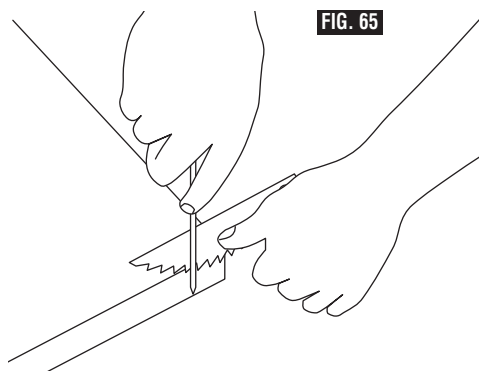

FIG. 65
3. Tenez le séparateur de la main gauche et placez le taquet contre un coin de l'établi (Fig. 65).